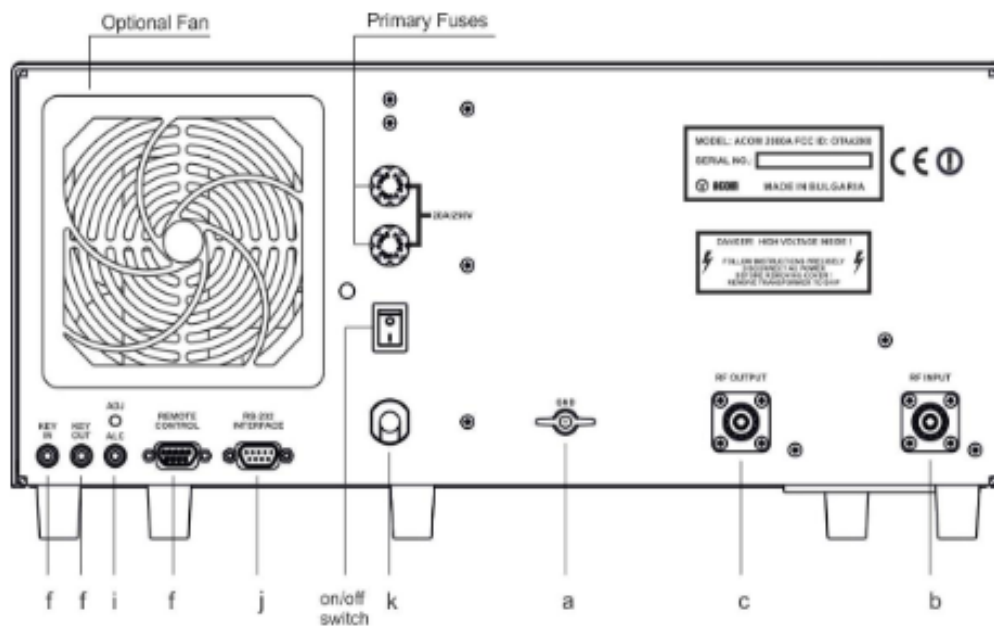
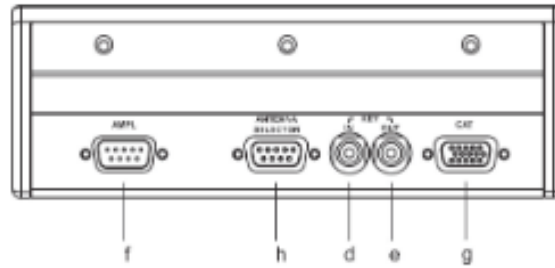
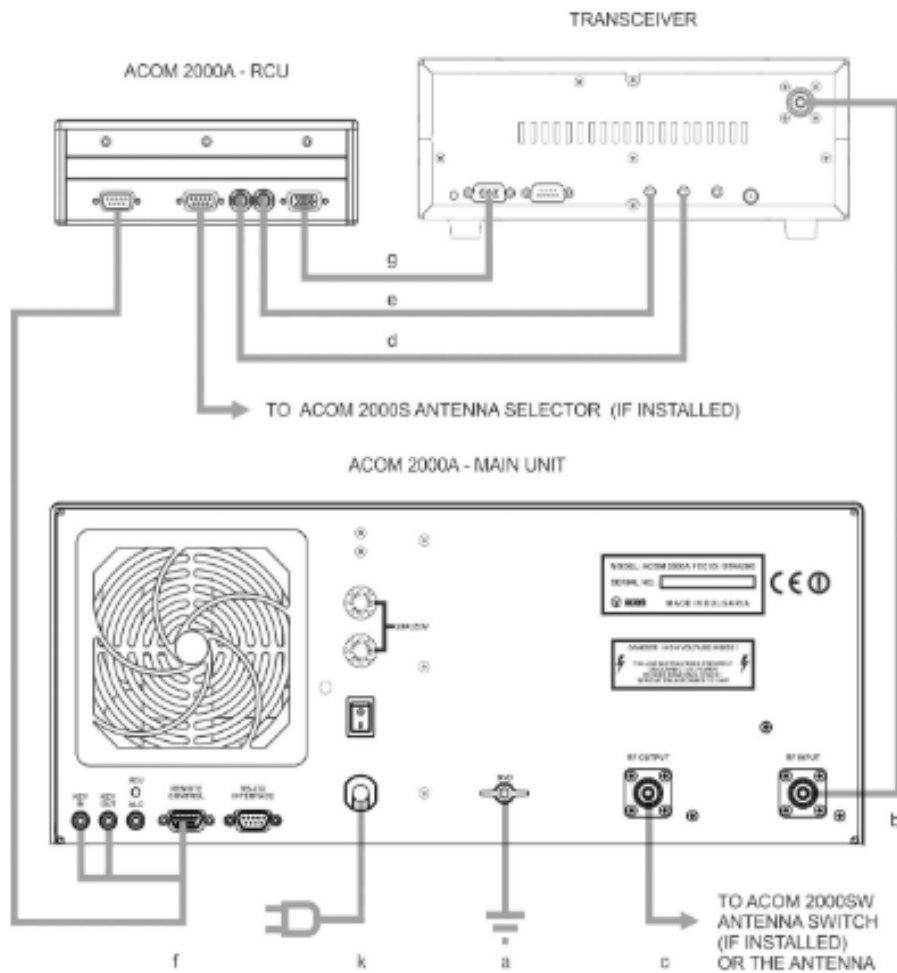
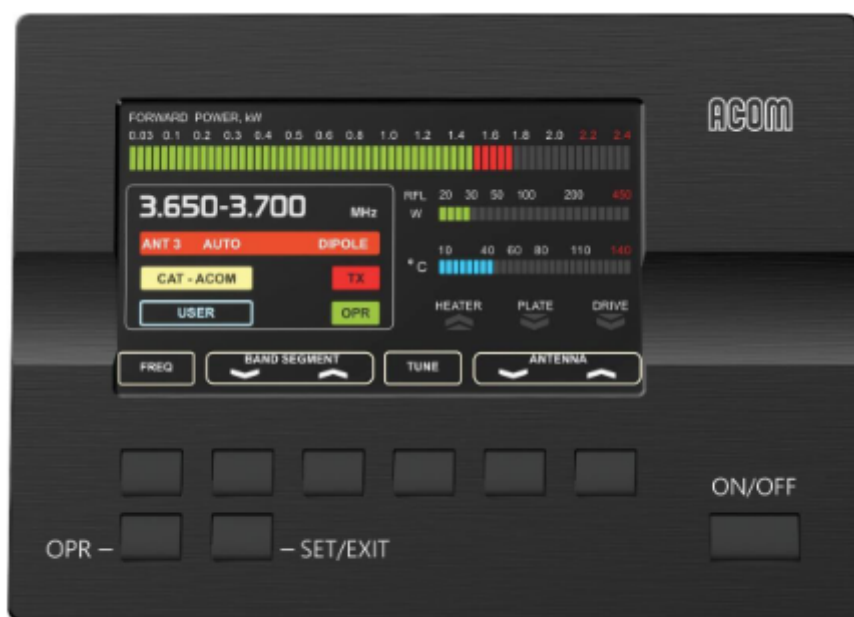

Figure 2-2 Amplifier Main Unit Connections
Figure 2-3 Amplifier Remote Control Unit Connections
Figure 2-4 Main Unit, RCU, Antenna Selector and Transceiver connections
Figure 3-1 Remote Control Unit (RCU)
- a) Connectez le goujon de masse de l'unité principale de l'amplificateur (sur le panneau arrière, marqué GND) au système de mise à la terre de la station (voir Figure 2-2 Connexions de l'unité principale de l'amplificateur, Figure 2-3 Amplificateur Connexions de la télécommande et Figure 2.4 Unité principale, RCU, sélecteur d'antenne et émetteur-récepteur Connexions).
Il peut être monté par le fabricant ou le revendeur sur demande (voir Figure 2-2 Unité principale de l'amplificateur Connexions).
Après avoir suivi toutes les instructions de la section 2 INSTALLATION, vous pouvez allumer l'interrupteur d'alimentation principal sur le panneau arrière (voir Figure 2-2 Connexions de l'unité principale de l'amplificateur). Le voyant rouge du panneau avant doit s'allumer et l'image apparaîtra sur la RCU (voir Figure 3-1 Unité de contrôle à distance (RCU)) :
À l'exception de l'interrupteur d'alimentation principal sur le panneau arrière, l'amplificateur est contrôlé via la RCU (voir Figure 3-1 Télécommande (RCU)). L'amplificateur est activé ou désactivé en appuyant sur le bouton ON/OFF. Il y a deux autres boutons de fonction fixes situés en bas à gauche - le bouton OPR qui est utilisé pour basculer entre les modes OPERATE et STANDBY (STB), et le bouton SET/EXIT - pour entrer et sortir des menus.
Pour allumer l'amplificateur, tandis que l'interrupteur du panneau arrière (voir Figure 2-2 Connexions de l'unité principale de l'amplificateur) est allumé, appuyez sur le bouton ON/OFF du RCU et maintenez-le enfoncé pendant environ une seconde et vous entendrez TEST être envoyé en CW.